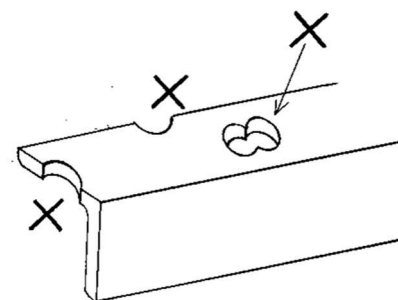

図 F-1
- 1) 材料の縁を半分抜いたり、穴と穴を重ねて抜いてはいけません。無理な力が掛り、本体、替刃の損傷、及び怪我の原因になります。(図F-1)